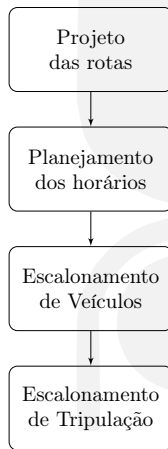

Figura 1: Etapas do planejamento
- O planejamento operacional de uma empresa de transporte de urbano pode ser dividido conforme a figura 1;